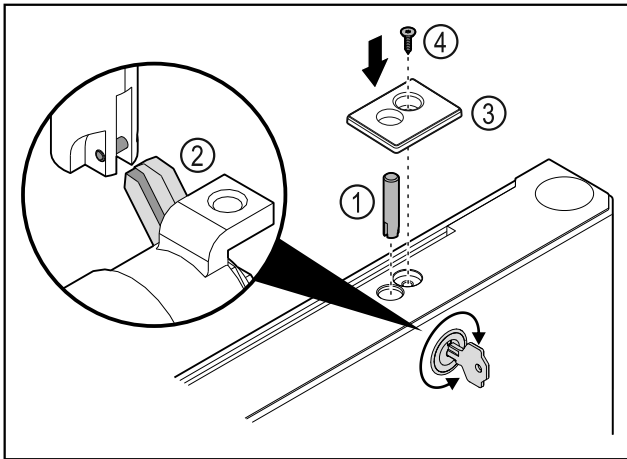

Fig. 47
- Zasuňte zámkový čep Fig. 47 (1).
- Mírně otočte zámkem, aby se zámkový čep Fig. 47 (2) zacvaknul do vybrání zámku.
- Nasad'te kryt Fig. 47 (3).
- Vložte šroub Fig. 47 (4).